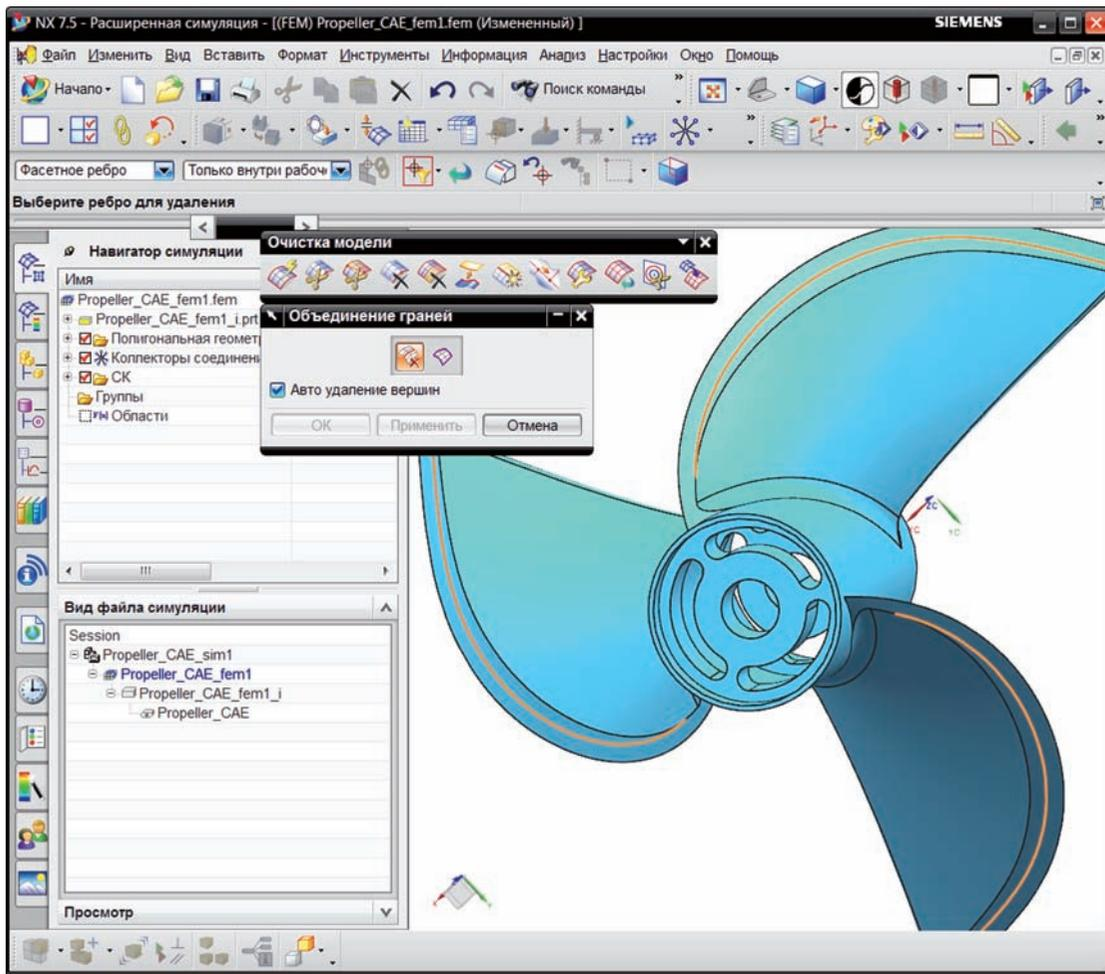

Рисунок 8.22
3.2. Для объединения граней выполните команду **Объединить грани (Merge Face)** (панель инструментов **Очистка модели (Model Cleanup)**), для объединения граней выбирайте общие ребра. В результате вы должны «удалить» по одному ребру (оранжевый цвет) каждой лопасти (рис. 8.22), после объединения обязательно нажмите **ОК**.